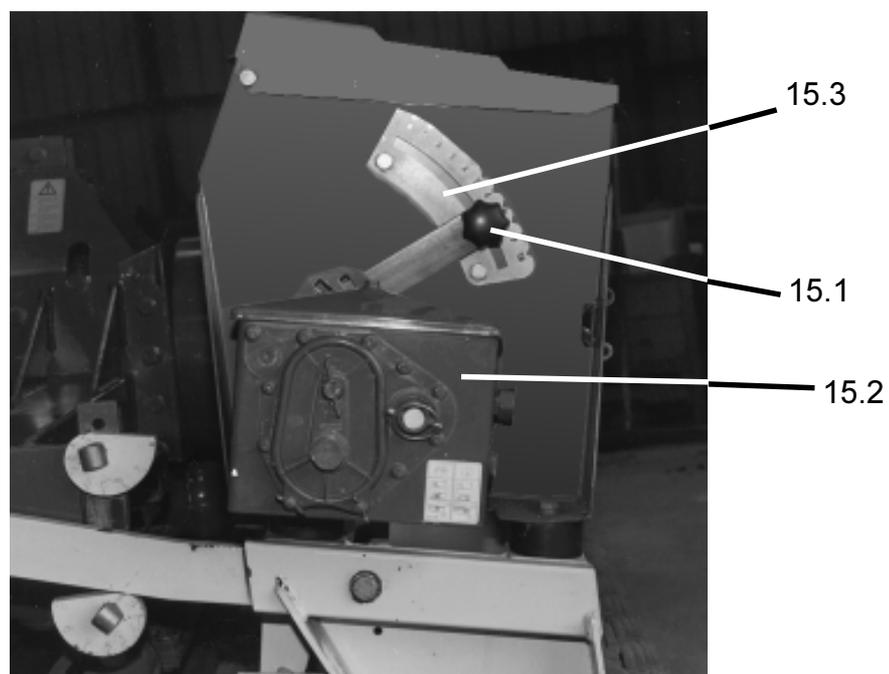

fig. 15
- desatornillar la empuñadura sobre la palanca selectora (fig. 15/1),
La caja selectora de caudal (fig. 15/2) permite la regulación continua del régimen de rotación del árbol de distribución y en consecuencia del caudal de granos. La caja supone una desmultiplicación suplementaria por piñones. Permutando uno de los piñones se pueden obtener dos velocidades de distribución:
Al conmutar la caja selectora de la velocidad lenta a la velocidad rápida, se agranda el campo de ajuste de la escala (fig. 15/3). No obstante, la velocidad rápida no debería ser conectada más que cuando, habiendo seleccionado la posición máxima en velocidad lenta, no se llega a obtener el caudal deseado.